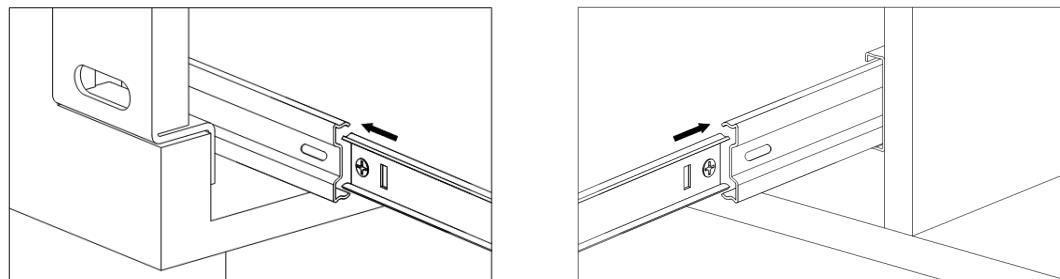

Fig. 9
32. Réassembler les tiroirs dans le système de coulisse des éléments de stockage. Noter qu'il faut être à deux pour effectuer cette étape à cause de la taille du tiroir. Assembler le tiroir dans sa position de départ dans le cadre latéral de rangement (A) en alignant les glisseurs en métal. S'assurer que les deux côtés sont correctement alignés puis pousser doucement le tiroir jusqu'à ce qu'il soit légèrement arrêté par la coulisse. Voir **Fig. 9**. Ouvrir et fermer le tiroir trois fois pour vous assurer que le tiroir glisse correctement.